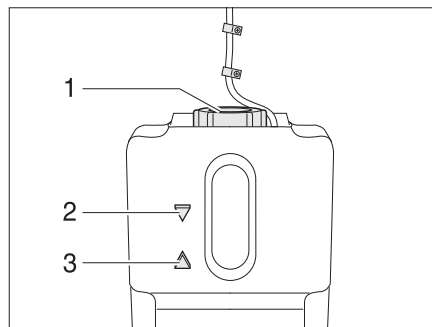

Fig. 269 Vase d'expansion pour le chauffage à eau chaude
- Contrôler si le liquide se trouve entre les marques "MIN" (Fig. 269,3) et "MAX" (Fig. 269,2) sur le vase d'expansion (Fig. 269).
- Ouvrir le bouchon du vase d'expansion (Fig. 269,1).